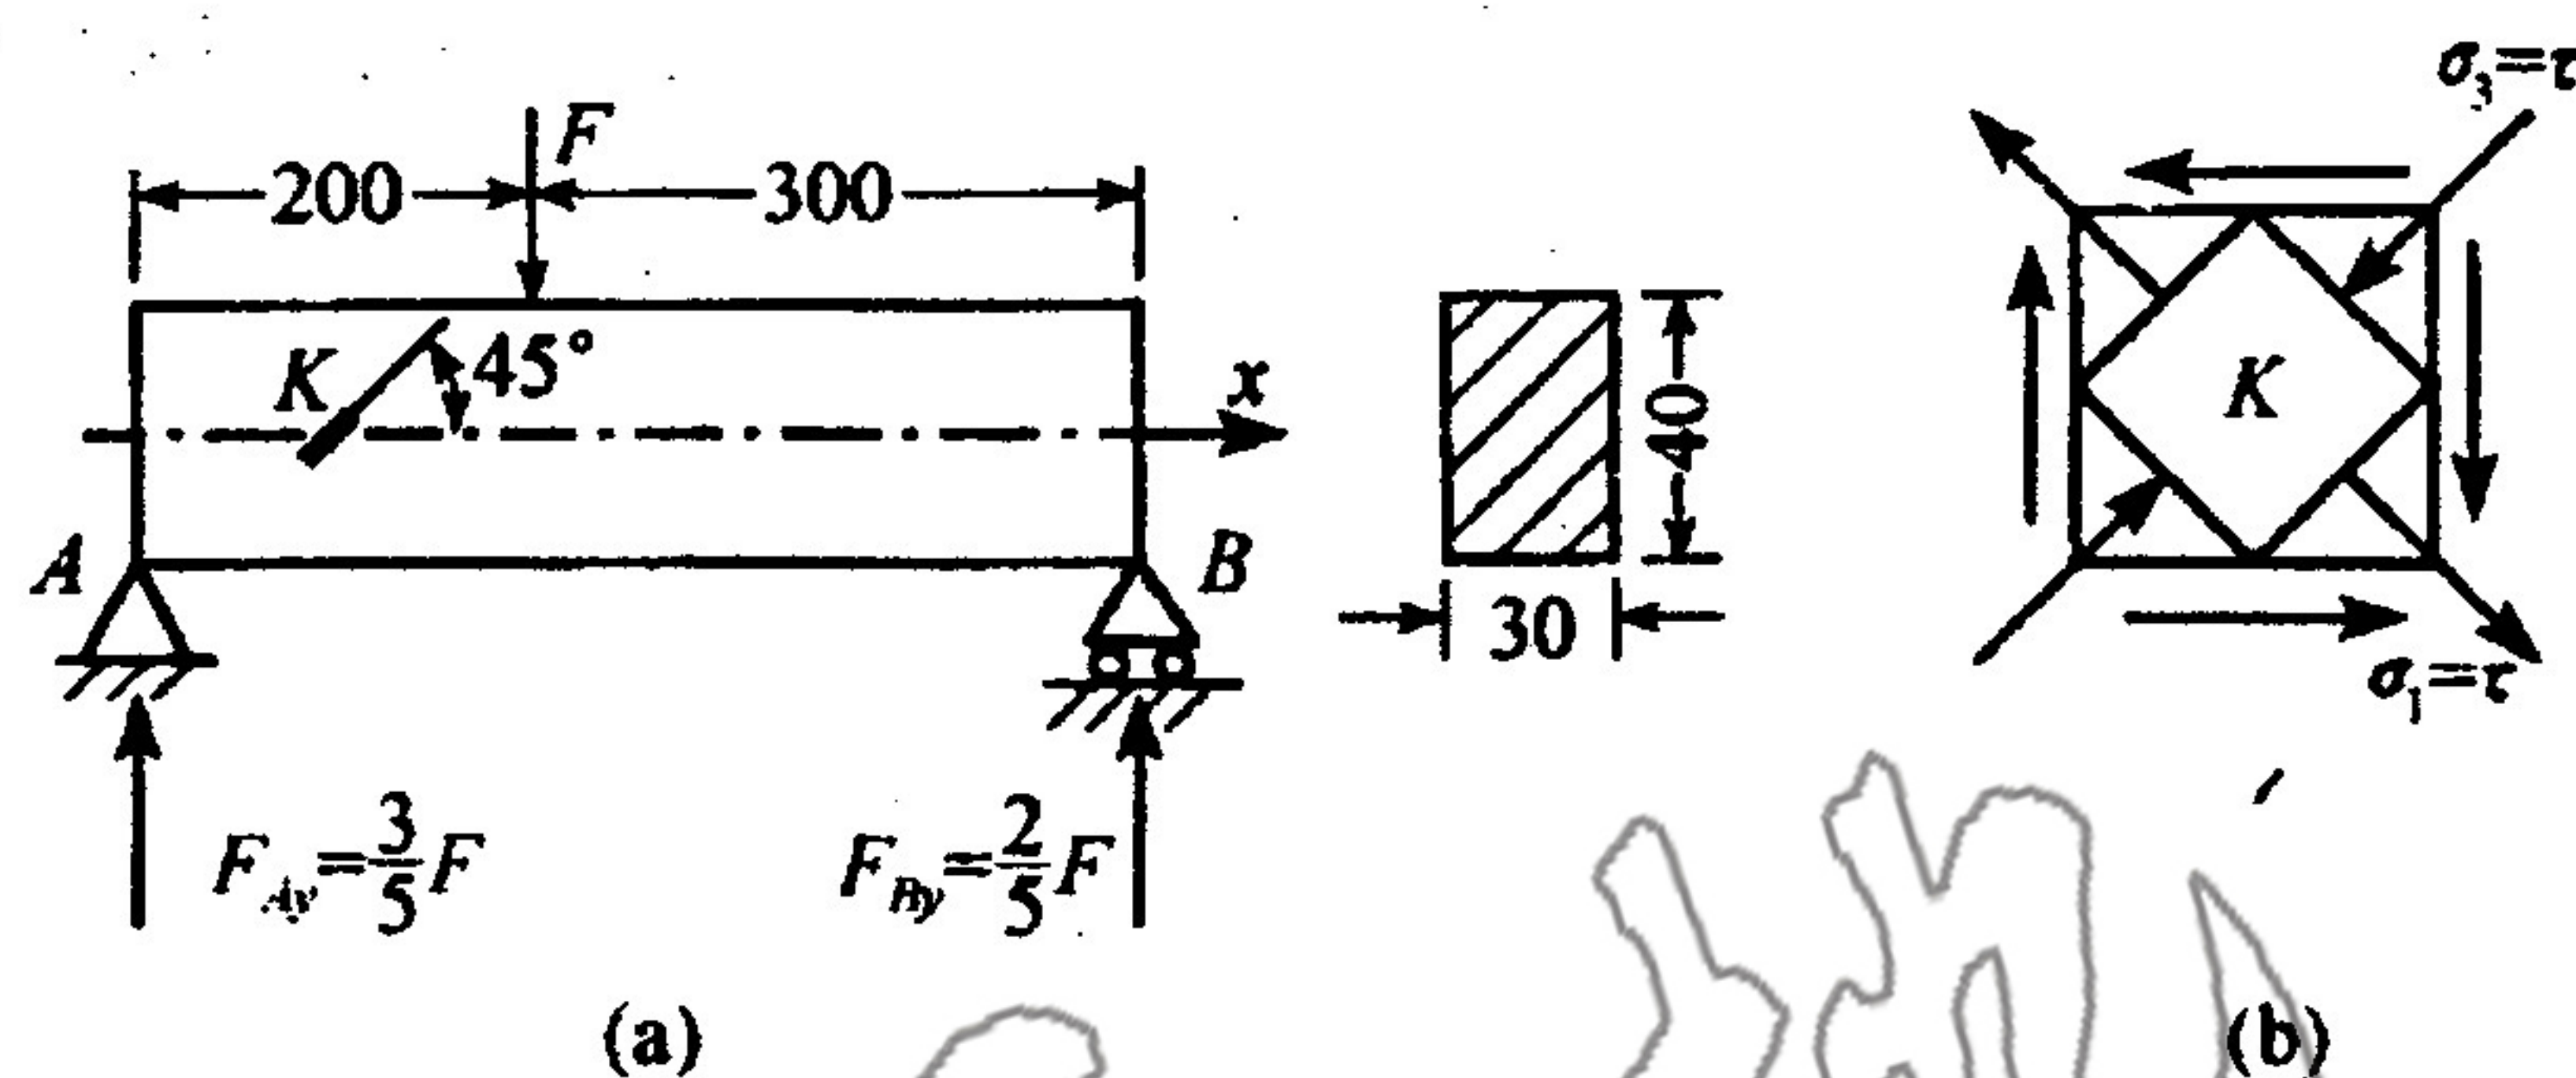

图 1.4
1.4 在图 1.4 所示矩形截面梁中性层 K 点处，沿着与 x 轴成 45° 方向，由电阻应变片测得 $\epsilon_{45^\circ} = -3.25 \times 10^{-6}$ ，已知 $E = 200 \text{ GPa}$, $\mu = 0.3$ ，试求梁上的载荷 F。(15 分)
(1) 确定 K 点的应力状态。题知 K 点处于中性层上，故所取单元体是纯剪切应力状态(图 1.4(b))，且沿 $\pm 45^\circ$ 方位 $\sigma_{45^\circ} = -\tau = \sigma_3$, $\sigma_{-45^\circ} = \tau = \sigma_1$ 。梁为矩形截面，最大切应力产生在中性层上，且